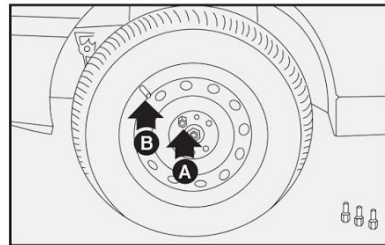

fig. 16
- Atarraxar apenas um dos parafusos **A-fig. 16**, em correspondência com a válvula de enchimento **B-fig. 16**.